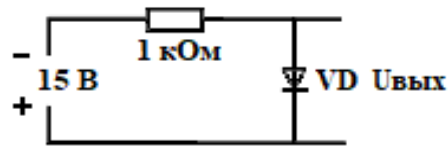

Рис. 2.59. Схема к задаче 4
4. Идеализированный диод включен в схему (рис. 2.59). Определить выходное напряжение при обратном токе насыщения  $10^{-12}$  А.